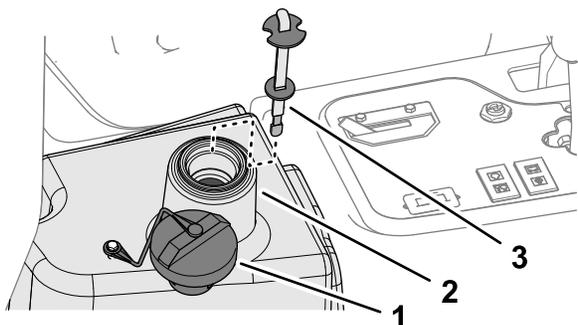

图 84
2. 清洁液压油箱加油颈和油箱盖周围的区域 图 84 并取下油箱盖。